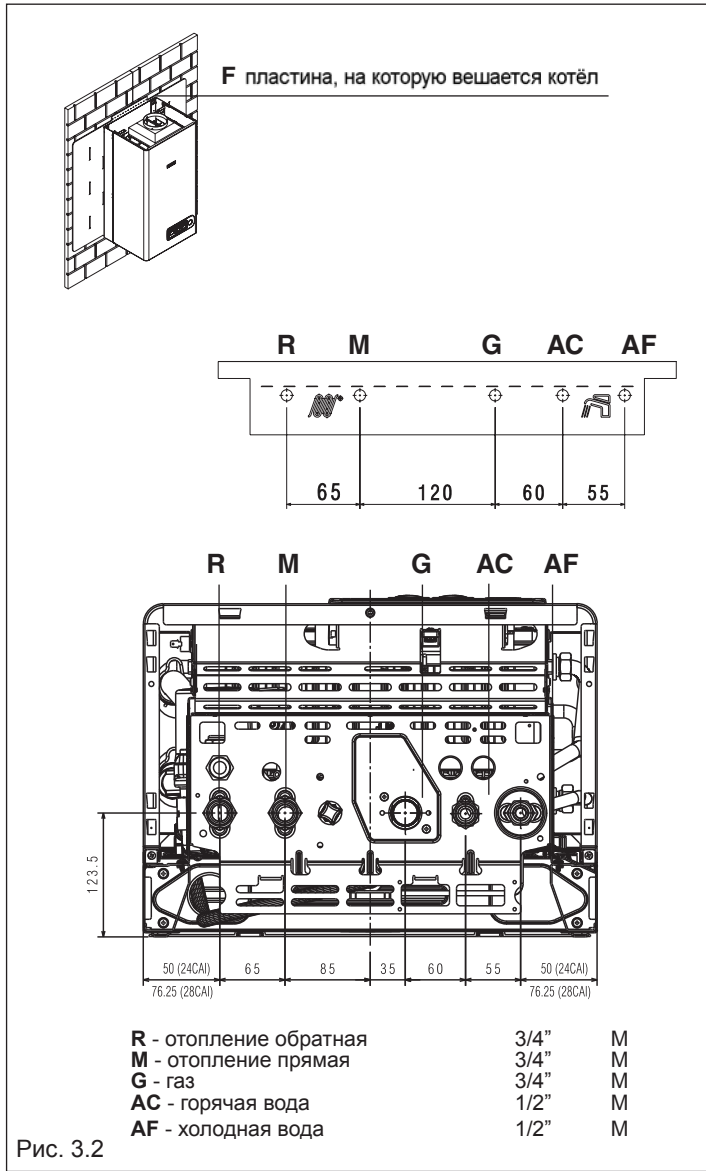

Рис. 3.2
- закрепите кронштейн (F) – рис. 3.2 – на стене и с помощью уровня проверьте, чтобы она находилась в идеальном
На рис. 3.2 описаны расположение и размеры для гидравлических подключений: